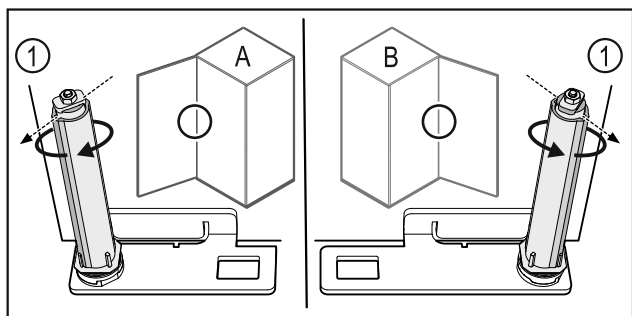

Fig. 60 Feste på venstre side (A) / feste på høyre side (B)
- ▶ Drei lukkesystemet mot motstanden til rillen på lukkesystemet Fig. 60 (1) peker utover.